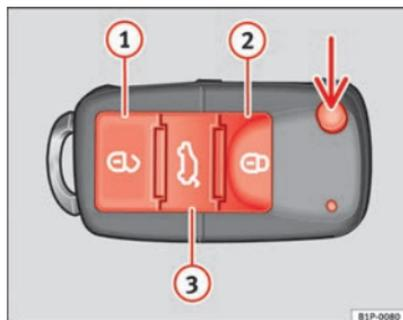

Fig. 45 Affectation des touches de la clé à radiocommande
Déverrouillage du véhicule  \Rightarrow fig. 45 ①.
Verrouillage du véhicule  \Rightarrow fig. 45 ②.
Déverrouillage du hayon. Appuyez sur la touche  \Rightarrow fig. 45 ③ jusqu'à ce que tous les clignotants du véhicule s'allument brièvement. Après avoir appuyé sur le bouton de déverrouillage  ③, vous disposez de 2 minutes pour ouvrir le hayon. Une fois ce temps écoulé, il se verrouillera de nouveau.
- Appuyez sur la touche  ② => fig. 45 de la radiocommande.
- Appuyez sur la touche  ① => fig. 45 de la radiocommande.
Pour modifier l'état de verrouillage/déverrouillage, actionnez le bouton  ou la touche ① ⇒ fig. 45 de la clé de la radiocommande.